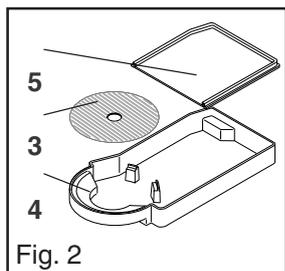

Fig. 2
- Limpie el borde del portatazas (3) con un paño húmedo suave. (Fig. 2)
- Retire la bandeja de goteo (4) y quite la tapa (5). (Fig. 2)
- Vacíe la bandeja de goteo (4). Limpie la bandeja de goteo (6). (Fig. 2, 3)
- Lave la rejilla de goteo (3) y la bandeja de goteo (4) en agua caliente con un producto de limpieza y séquelas. (Fig. 2)
- Limpie las piezas externas del dispensador, la zona de suministro y la abertura para el sensor y el reflector (1) con un paño húmedo suave. (Fig. 2)